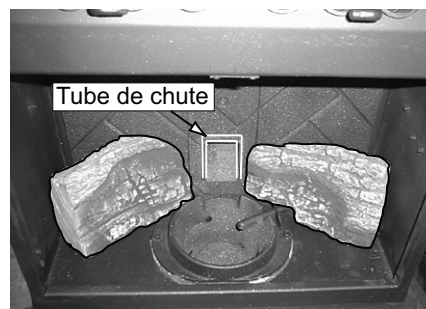

Figure 10.5
- c. Continuez à placer les 3 dernières bûches autour du foyer de combustion comme indiqué aux **figures 10.5 et 10.6.** Veillez à ne pas bloquer le tube de chute à l'arrière de la chambre de combustion par lequel les granulés sont versés dans le foyer de combustion.